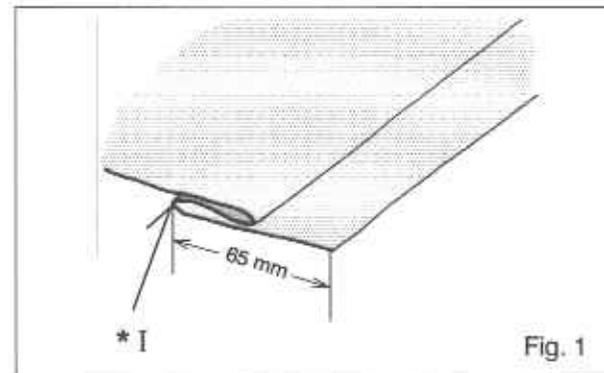

Fig. 1
1. Turn up the hem to the required depth and press. Fold the hem back against the right side of the garment, creating a soft fold on the wrong side of the fabric - see Fig. 1.
1. Replier le tissu sur l'envers à la profondeur désirée pour l'ourlet et repasser le pli. Rabattre l'ourlet vers l'endroit du tissu en ne laissant dépasser qu'un faible bord du côté envers (Fig. 1).
Con el reverso del material hacia arriba hacer cuidadosamente el primer pliegue trayendo el resto del material de la izquierda para hacer un segundo pliegue o doblado en la parte superior cerca del borde del material (Ver Fig. 1).
1. Vouw de zoom in de stof op de door u gewenste zoombreedte en pers deze vlak. Vouw de zoom terug naar de juiste kant van het kledingstuk, zodat er een flauwe vouw komt, aan de verkeerde kant van de stof. Zie Fig. 1.